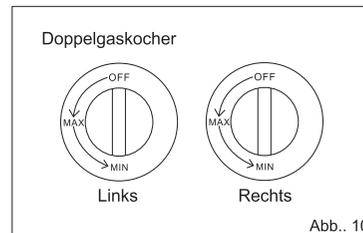
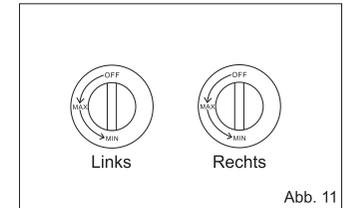

Abb.. 10
Abb. 11
- Stellen Sie den Gasregulorknopfen an der Achse und druecken Sie stark nach Innen. (Abb.10, Abb.11)